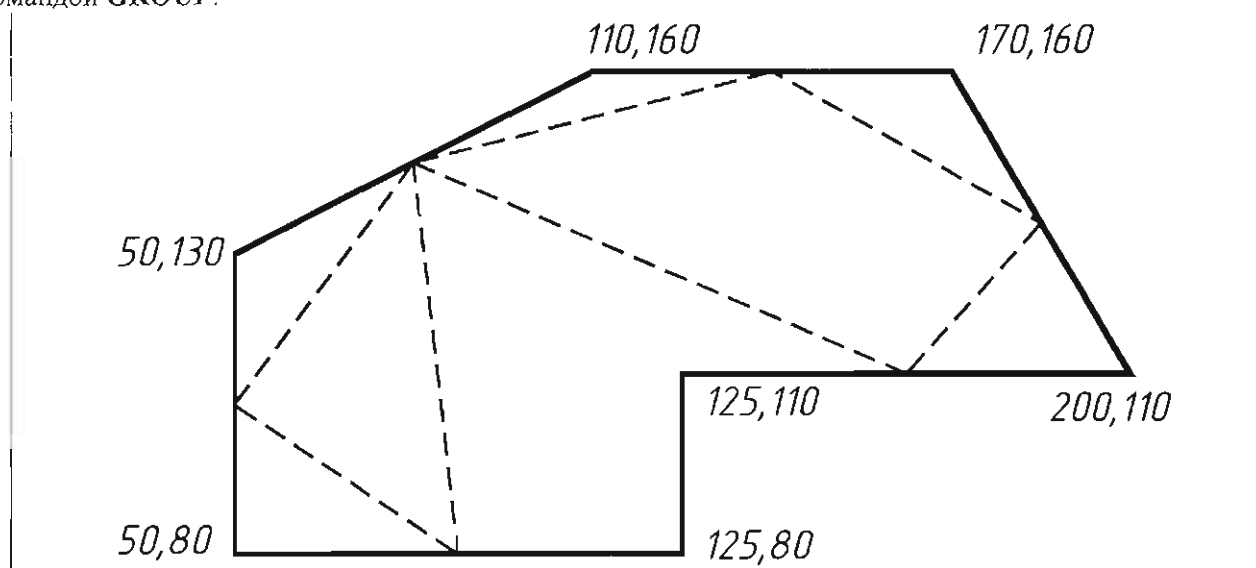

Рис. 4.1. Ломаная полилиния, построенная по координатам опорных точек
4.2.2. Построить ломаную полилинию по заданным координатам опорных точек. Задать толщину полилинии 1,0 мм. Середины отрезков соединить штриховой полилинией толщиной 0,5 мм. Установить длину штриха 5...8 мм командой **Linetype** в меню **Format** (см. урок №2 раздел 3.3.7) Инструментом **Single Line Text** нанести значения координат (рис. 4.1). Полученное изображение сгруппировать командой **GROUP**.